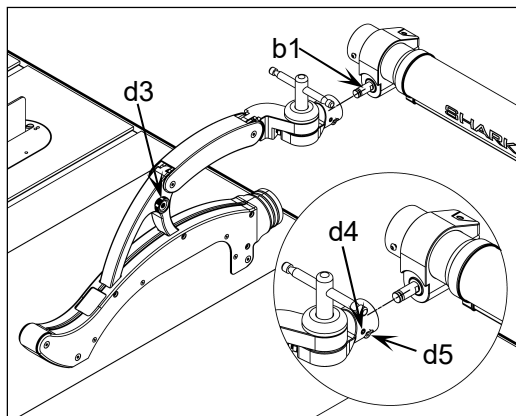

图 12
1. 如图 12 所示，将护罩组件安装到图示转轴（b1）上，端面贴紧后锁紧。
- 安装前，需旋松图 12 所示的护罩锁紧旋钮（d3），波子螺钉 M8x10（d4），内六角圆柱头螺钉 M8x25（d5）。